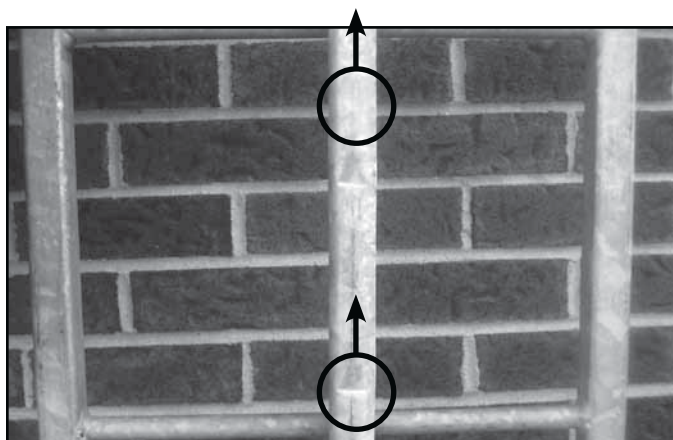

FIGURE 9 : BUTÉES DE PROGRESSION INSTALLÉES CORRECTEMENT (ORIENTÉES VERS LE HAUT)
2. Les butées de progression doivent être orientées vers le haut de l'échelle. Le coulisseau SAF-T-GRIP™ ne s'enclenchera pas et n'arrêtera pas la chute si les butées sont orientées dans la mauvaise direction (voir la figures 9 et 10).
5. Vérifier que le matériel est correctement installé (la figure 9 montre un rail galvanisé et la figure 10 des rails en aluminium et en acier inoxydable).